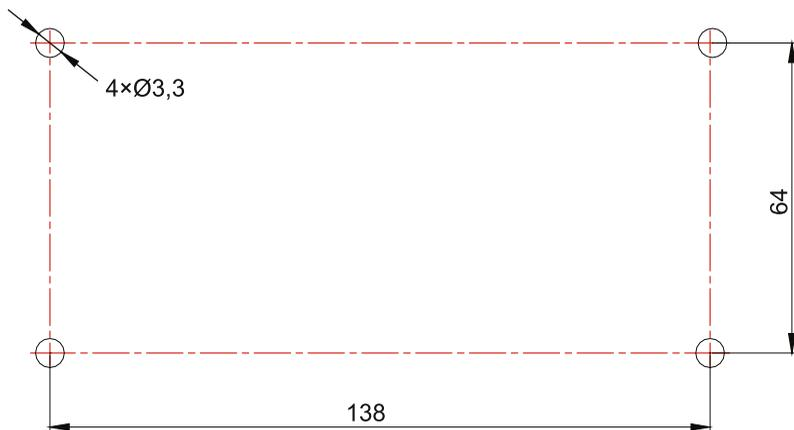

Fig. 3-11 : Ouvertures pour montage des boîtiers d'installation
- 2) Si le panneau de commande central doit être installé dans une armoire électrique, faites 4 trous dans cette armoire pour l'installation comme indiqué dans la Figure 3-11.
- 3) À l'étape ① amenez le câble d'alimentation et le câble de communication vers la place de l'installation, puis faites passer chaque câble par un trou différent dans le couvercle arrière du boîtier d'installation. Ne faites jamais passer les câbles ensemble par le même trou.
- 4) À l'étape ⑥ débranchez le câble reliant l'écran tactile et le couvercle arrière du panneau de commande. Déposer l'écran tactile à un endroit sûr.
- 5) À l'étape ⑦ connectez les fils du câble de communication aux bornes A3 et B3 ; connectez le fil neutre et le fil de phase (sous tension) du câble d'alimentation aux bornes N et L ; connectez le fil de terre à la borne du couvercle arrière du boîtier électronique marqué . Fixez-le à l'aide de la vis M4×12.
- 6) À l'étape ⑧ fixez le couvercle arrière du panneau de commande au couvercle arrière du boîtier d'installation à l'aide des vis ST4.2×9.5 TC.
- 7) À l'étape ⑨ connectez le câble reliant l'écran tactile et le couvercle arrière du panneau de commande.